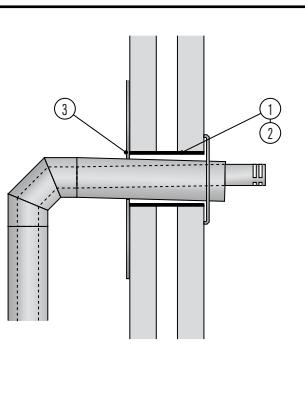

Fig. 2
In all circumstances the terminal must have a minimum distance of 50 mm to all combustible material. This can be realised in 2 different ways (see fig. 2):
Dans tous les cas de figure, la distance entre le terminal USDHC4 13 (4) et les matériaux combustibles ne doit pas être inférieure à 50 mm. Ceci peut se faire de 2 façons (voir fig.2) :
- Sur les parois intérieure et extérieure du mur, utiliser une paire de plaques de centrage USCP 13 (3), ou plaque de finition large USMPG 13, pour centrer le terminal et recouvrir l'espace entre celuici et la réservation faite dans le mur.
Każdy element zakończenia musi znajdować się w odległości minimum 50mm od materiałów palnych. Można osiągnąć na dwa różne sposoby (fig.2):
In alle gevallen dient de doorvoer rondom 50 mm verwijderd te zijn en te blijven van brandbaar materiaal. Praktisch kan dit op twee manieren uitgewerkt worden (zie fig. 2):